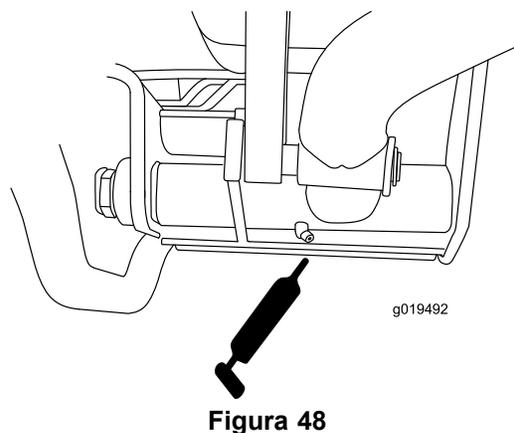

Figura 48
- Articulações do braço de elevação traseiro (2) (Figura 48).